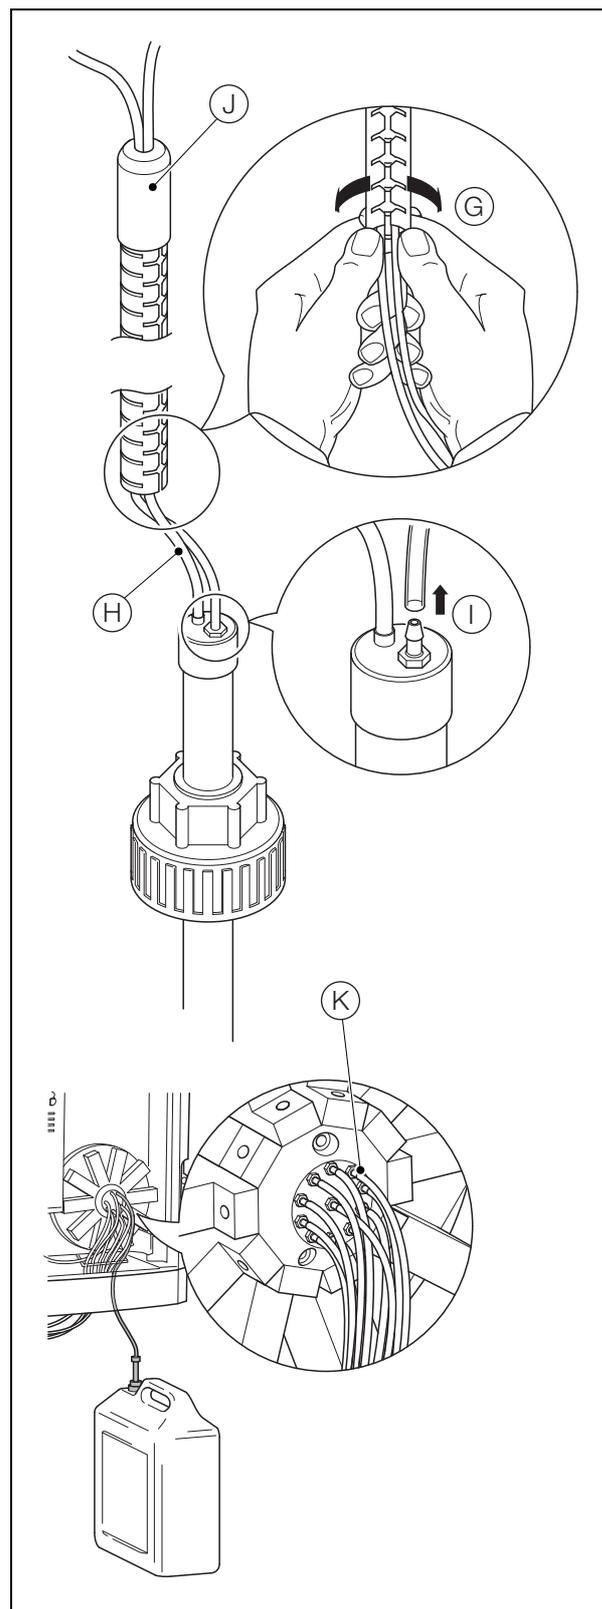

Fig. 13.7 Sustitución del tubo de reactivo
4. Con referencia a Fig. 13.7:
- b. Retire la envoltura espiral (G) del tubo de reactivo y del cable del sensor de nivel (H).
- c. Desconecte el tubo del sensor de nivel (I) y retire el tubo de la funda de goma (J).
- d. Inserte el nuevo tubo a través de la funda de goma (J) y dirija el tubo hacia el analizador como se indica en la fase a. Conecte el tubo al conector R1 en el colector de válvula (K).
- e. Vuelva a instalar la envoltura espiral (G).
- f. Corte el tubo a la longitud deseada y conéctelo al sensor de nivel (I).